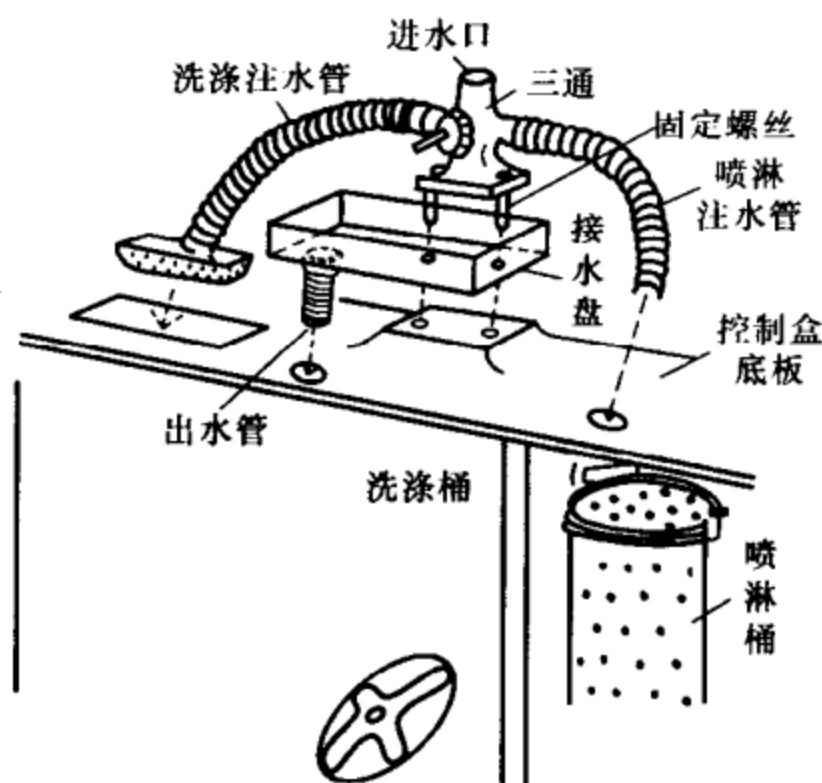

图 1-60 三通底座下装接水盘示意图
水，可以流在接水盘内。制作方法如下：①在接水盘底部钻两个与三通底座固定螺丝对应的小孔，用以固定接水盘。在接水盘底部的靠外侧，钻一直径 10mm 的孔，用以装出水管；②出水管用长 50mm、直径 10mm 的铜管做成上大下小的喇叭状，并在铜管外壁套丝。在出水管与接水盘连接之间，垫一薄的橡胶垫，然后用铜螺母锁紧，固定在接水盘上，如图 1-60 所示；③在洗衣机控制盒底板相应位置，钻一直径 10mm 的孔，用以插入水管并伸入洗涤桶内。最后用螺钉紧固接水盘。